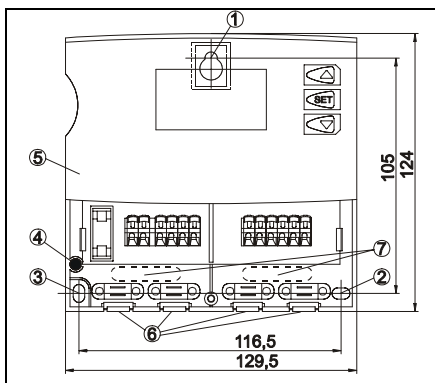
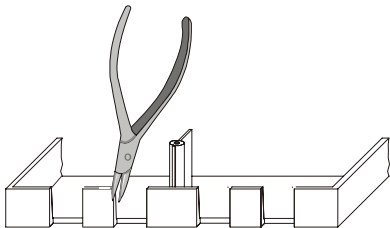

Fig. 1: Installations diagram
Fig. 2: Klipp ut för kabelgenomföringarna
Den interna automatik-kåpan (fig. 1, pos. 5) skyddar automatikens elektronik och behöver inte lossas för installationen.
En skruv måste först skruvas i väggen för att fästa automatiken. Automatiken hängs på skruven (fig. 1, pos. 1). Automatiken kan användas som mall för att märka på för borrhning av de resterande hålen (fig. 1, pos. 2 and 3).
Kabeln kommer in genom regulatorns undersida (fig. 1, pos. 6) eller genom baksidan av kopplingshuset beroende på installationens utförande. Kabelgenomföringen måste klippas ut i kopplingshuset. se (fig. 2) för att kunna komma in med kabeln genom automatikens undersida.
Om automatiken måste anslutas genom kopplingshusets baksida (fig. 1, pos. 7), så kan knock out genomföringarna användas för kabelgenomföringen. I detta fall måste extern dragavlastning användas.